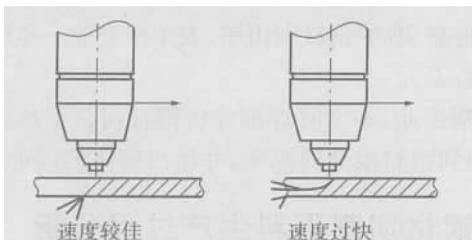

图9 切割速度与切割电弧的匹配角度示意图
b. 切割。切割中割炬与工件垂直,根据切割电弧的形态控制切割速度要与切割电弧稍稍倾斜为最佳,这样挂渣也易于清理,如图 9 所示。